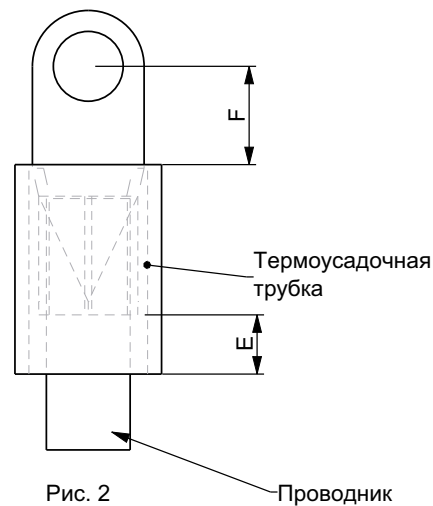

Рис. 2
- Перед надеванием изоляционной термоусадочной трубки, отвечающей требованиям UL и CSA, выдерживающей напряжение 600 В пер. тока, YUPU2, необходимо обжать провод в кольцевом наконечнике, соответствующем требованиям UL. Технические характеристики термоусадочной трубки см. на **рис. 2**.